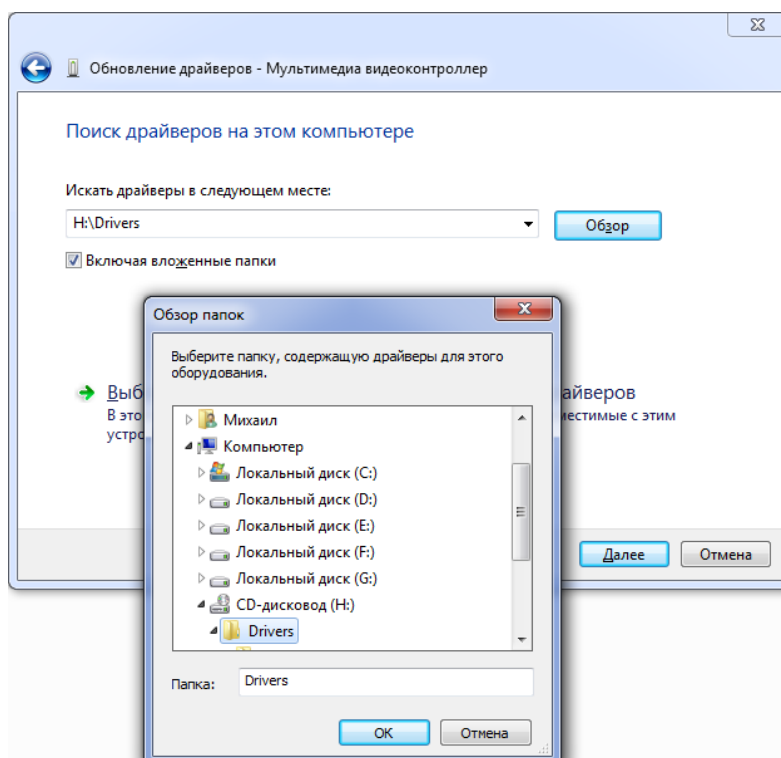

Рис.12. Вид окна "Обновление драйверов/Поиск драйверов на этом компьютере"
3.3.6. В открывшемся диалоговом окне «**Обновление драйверов/Поиск драйверов на этом компьютере**», рис.12, укажите в строке "**Искать драйверы в следующем месте**" путь к папке `|Drivers`, находящийся в корневом каталоге компакт диска. В данном примере это `H:\Drivers`. Установите флажок напротив параметра "**Включая вложенные папки**" и нажмите кнопку "**Далее**".